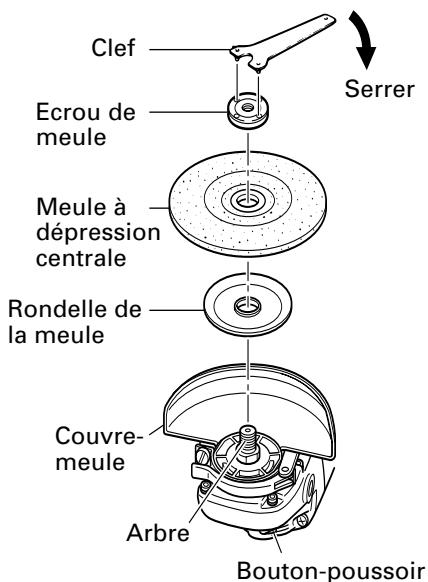

Fig. 5
S'assurer que la bouton-poussoir n'est pas engagée appuyant dessus deux ou trois fois avant de mettre la meuleuse en marche. (Fig. 5)
- (1) Mettre la meuleuse à l'envers de façon que l'arbre soit dirigé vers le haut.
- (2) Aligner l'entaille de forme ovale de la rondelle de meule avec l'encoche de l'arbre, puis les attacher.
- (3) Positionner la protubérance de la meule à dépression centrale sur la rondelle de meule.
- (4) Visser l'écrou de meule sur l'arbre.
- (5) Tout en poussant sur la bouton-poussoir avec une main, verrouiller l'arbre en tournant doucement la meule à dépression centrale avec l'autre main. Serrer l'écrou de meule en utilisant la clef fournie comme montré sur la Fig. 5.